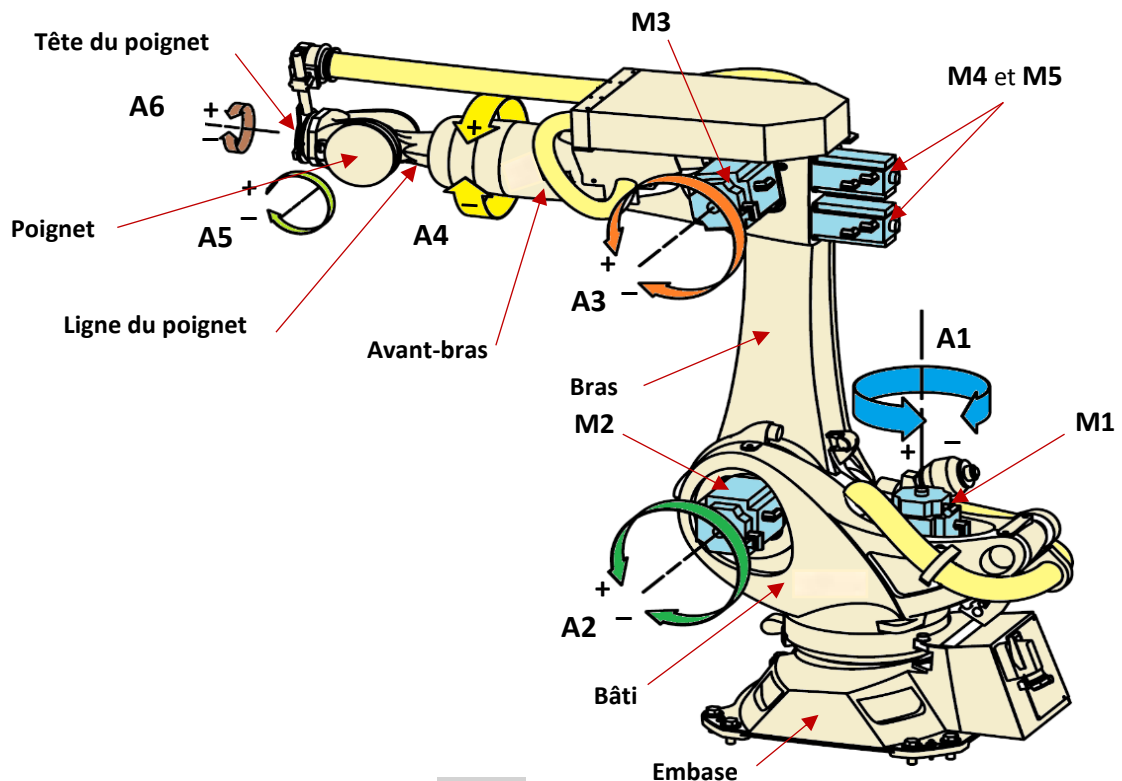

Figure 1
► Un bras manipulateur six axes (Figure 1 ci-dessous):